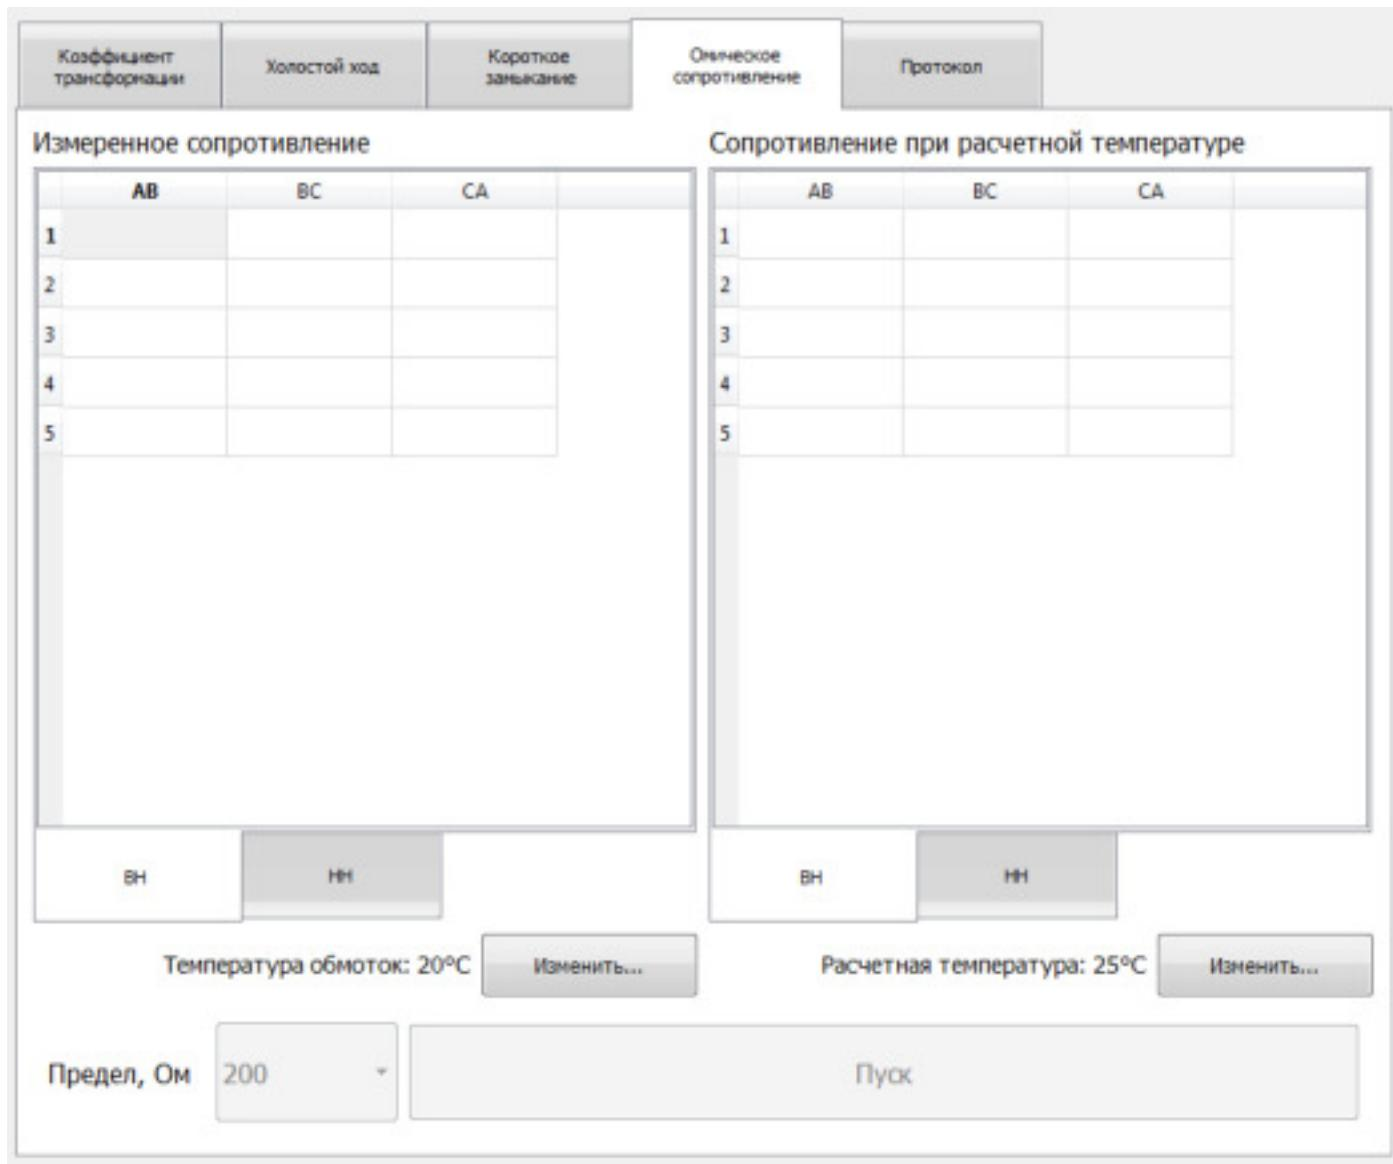

Рис. 23. Вкладка «Омическое сопротивление»
**5.5.2.** Переключаемся на вкладку «Омическое сопротивление» (рис. 23) и в таблице «Измеренное сопротивление» выбираем ячейку, соответствующую нужной фазе и номеру ответвления.